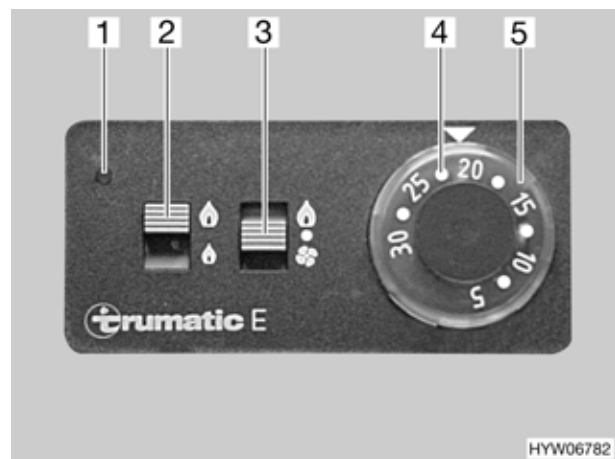

Fig. 81 Centralina di controllo per Trumatic E
- Impostare la manopola della temperatura (Fig. 81,5) sulla temperatura ambiente desiderata.
- Posizionare l'interruttore a scorrimento (Fig. 81,2) sulla potenza desiderata:
- Posizionare l'interruttore a scorrimento (Fig. 81,3) su 🔥 "Riscaldamento".
Si accende la luce spia verde (Fig. 81,4). Durante la fase di riscaldamento la sua intensità raddoppia.
In caso di guasto si accende la luce spia rossa (Fig. 81,1).
- Posizionare l'interruttore a scorrimento (Fig. 81,3) su ● "Spento".
- Posizionare l'interruttore a scorrimento (Fig. 81,3) su 🌀 "Ventilatore".